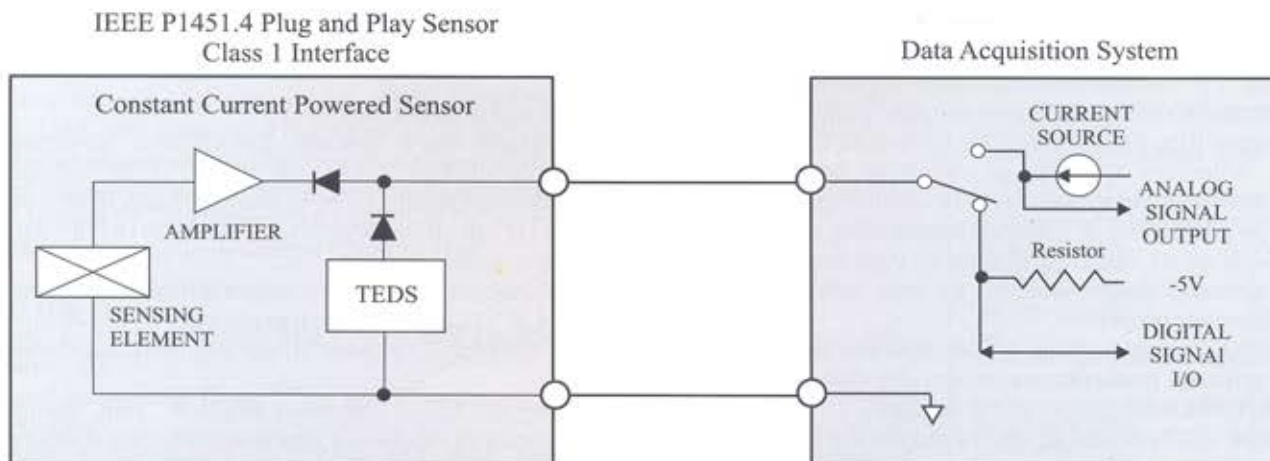

Fig.2 Interfață IEEE P1451.4 din Clasa 1
- interfețele din Clasa 1 (Fig.2), cu două fire, sunt dedicate senzorilor alimentați cu curent constant, cu condiționare internă, de genul accelerometrelor, diodelor sau microfoanelor (senzori ICP, după marca deținută de PCB Piezotronics, Inc., ale cărui accelerometre piezoelectrice sunt dotate de câțiva ani cu componente TEDS). Multiplexarea informației digitale TEDS cu semnalul analogic pe cele două fire se realizează secvențial: EEPROM-ul TEDS este conectat doar atunci când sensul curentului de alimentare a senzorului este schimbat de către sistemul de instrumentație;